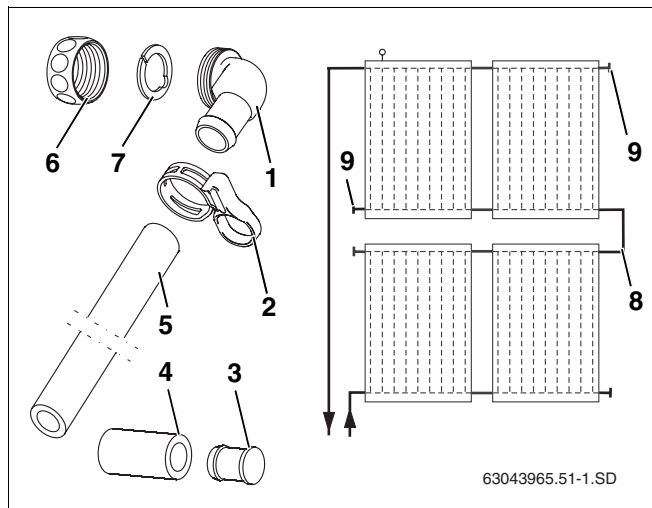

Fig. 58 Représentation schématique et contenu de livraison
Le kit de raccordement (fig. 58, **pos. 8**) qui assure la connexion de deux rangées de capteurs est disponible comme accessoire.
### Contenu de livraison (fig. 58)